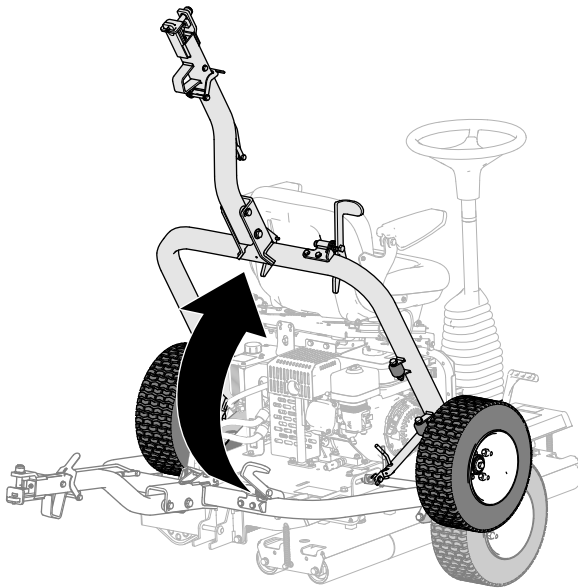

図 22
5. ヒッチを上げて 図 22、ラッチのレバーをスライドディテントにロックする 図 17。